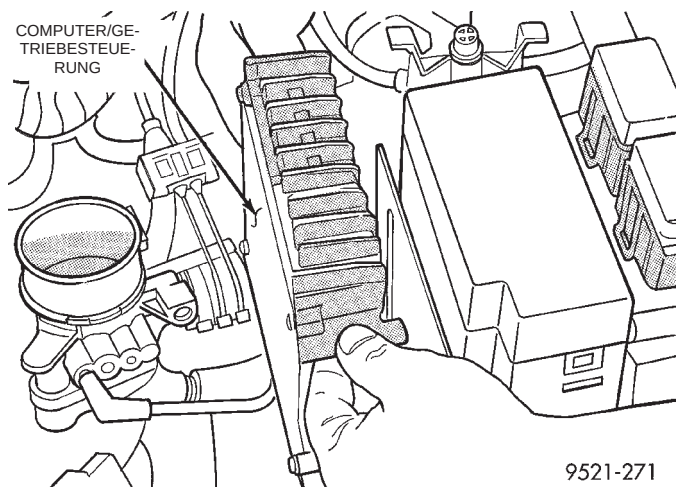

Abb. 31 Computer/Getriebesteuerung
- (1) Minuskabel der Batterie am linken Federbein-dom abklemmen.
- (2) Schellen des Ansaugluftfilters lösen und Luftfilter ausbauen.
- (3) Den 60-poligen Steckverbinder vom TCM abziehen.
- (4) Drei Befestigungsschrauben herausdrehen.
- (5) TCM ausbauen (Abb. 31).